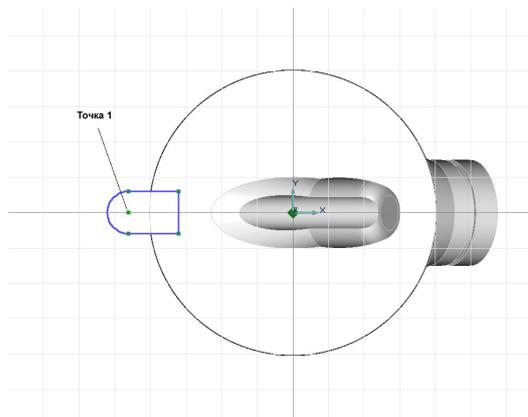

Рис. 2.22 Временная проекция грани фланца.
2. Нажмите кнопку «Получение контуров грани»  на панели «Временные проекции» и укажите грань фланца. Будет построена временная проекция грани фланца (рис. 2.22).
5. Подведите курсор к точке 1 (см. рис. 2.22) и одновременно нажмите левую и среднюю кнопку мыши или клавишу «С» на клавиатуре. Курсор притянется к этой точке.